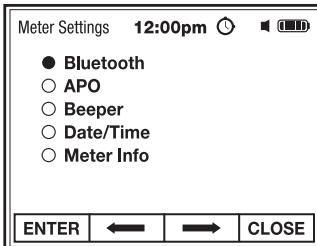

Fig. 21
2. Utilice los botones de función para seleccionar e INGRESAR el ajuste deseado (Fig. 21).
1. En Ajustes del Metro, seleccione e INGRESE Bluetooth (Fig. 21).
1. En Ajustes del Medidor, seleccione e INGRESE APO (Fig. 21).
1. En Ajustes del Medidor, seleccione e INGRESE Biper (Fig. 21).
1. En Ajustes del Medidor, seleccione e INGRESE Fecha/Hora (Fig. 21).
En Ajustes del Medidor, seleccione e INGRESE Información del Medidor (Fig. 21).